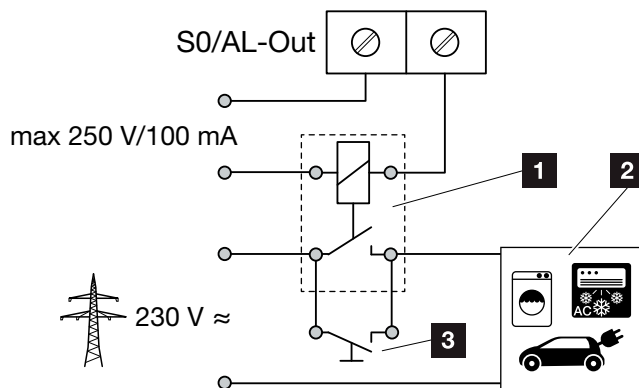

Abb. 54: Elektrischer Anschluss Eigenverbrauch
1. Externes Lastrelais fachgerecht an die Anschlussklemme S0/AL-Out anschließen  **Abb. 54**